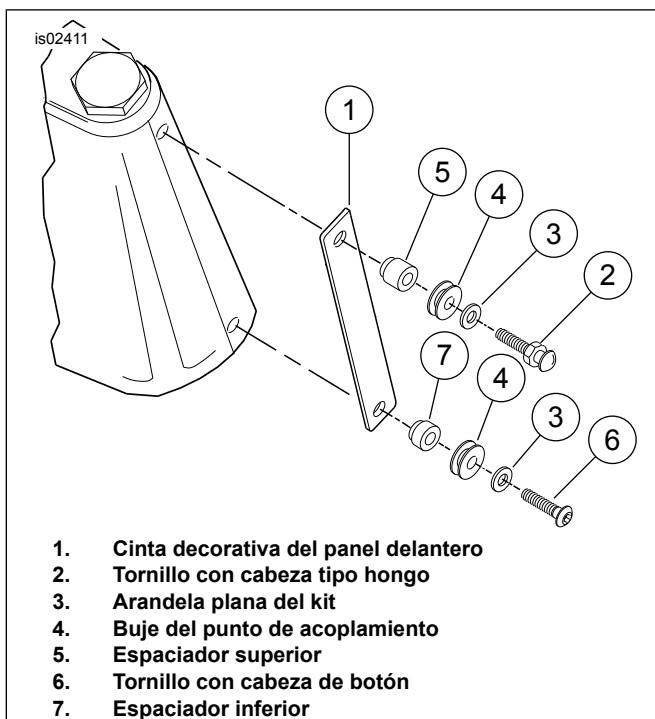

Figura 2. Instalación de la cinta decorativa del panel delantero y del acoplamiento de parabrisas (modelos sin luces de paso)
2. Vea Figura 2. Seleccione un tornillo cromado con cabeza tipo hongo (2) del kit. Coloque una arandela plana (3) sobre las roscas de los tornillos, seguida por un buje (4). Coloque uno de los espaciadores superiores más gruesos (5) sobre las roscas con el extremo recortado orientado alejándose de la cabeza del tornillo.
3. Inserte el extremo roscado del tornillo en el agujero superior en la cinta decorativa del panel delantero (1), y luego en el agujero superior en los paneles delantero y trasero. Apriete los tornillos con los dedos.